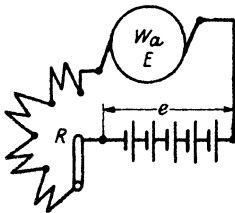

Fig. 73.
Dieser Strom ist so groß, daß ihn unser Motor nicht vertragen würde. Man muß daher zwischen Anker und Stromquelle einen Anlaufwiderstand legen. (Fig. 73 Widerstand R.) (Vergl. auch Fig. 8 und Auf. 60 und 61.)
191. Ein Elektromotor ist an eine Klemmenspannung von 110 [220] (440) V angeschlossen, er nimmt 20 [15] (10) A auf und macht dabei 1000 [1200] (900) Umdrehungen. Sein Ankerwiderstand beträgt 0,25 [0,5] (1,2) Ω . Um die Tourenzahl herabzusetzen, schaltet man dem Anker einen Widerstand R von 2,75 [6,5] (20,8) Ω vor (Fig. 73). Gesucht wird:
- b) die elektromotorische Gegenkraft bei vorgeschaltetem Widerstand und 20 [15] (10) A Strom,